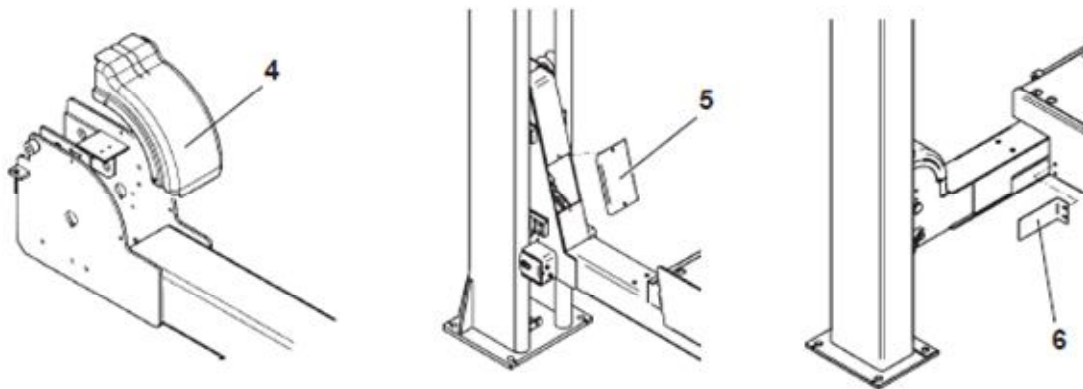

Рисунок 21
Смонтируйте ограничители блоков (4) на балках (см. рис. 21).